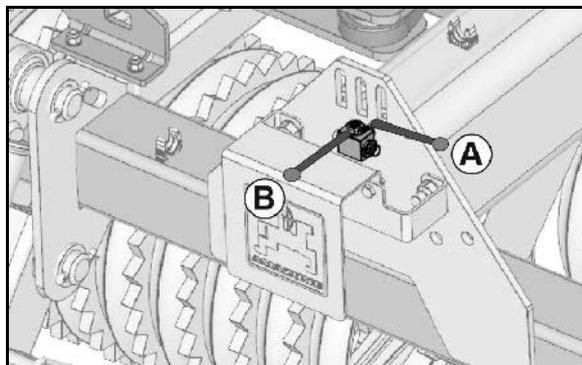

Fig. 26
2. Unterlenkerbolzen jeweils mit dem Klappstecker (Fig. 26/1) gegen unbeabsichtigtes lösen sichern.